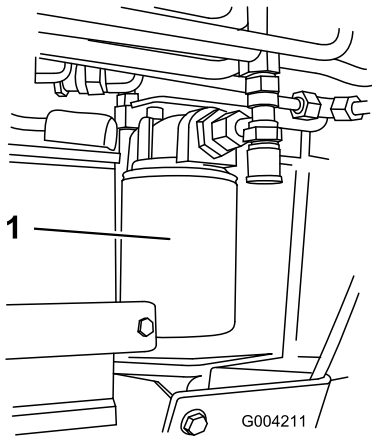

Figure 64
4. Placez un bac de vidange sous le filtre (Figure 64).
5. Enlevez le filtre à huile usagé (Figure 64) et essuyez la surface du joint de l'adaptateur.
7. Montez le filtre hydraulique de rechange sur l'adaptateur (Figure 64). Tournez le filtre dans le sens horaire jusqu'à ce que le joint rejoigne l'adaptateur, puis donnez 3/4 de tour supplémentaire.